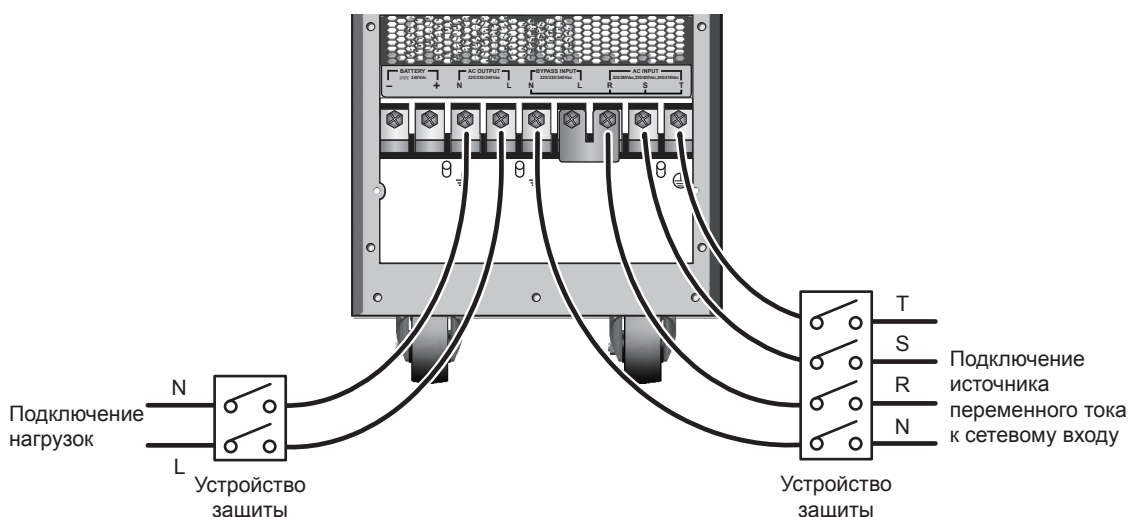

Рис. 6-8. Схема установки устройств защиты для ИБП с одним входом
- При подключении ИБП к питающей сети переменного тока и к нагрузке настоятельно рекомендуется установить аппараты защиты. В качестве аппаратов защиты необходимо выбрать устройства, имеющие сертификат безопасности (см. таблицу ниже и Рис. 6-8, 6-9).